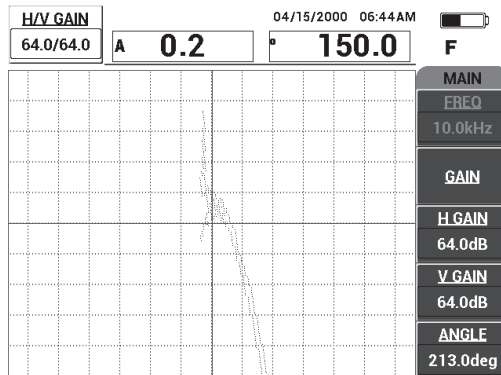

Figura 6-34 Ajustar o amplitude do sinal
8. Pressione a tecla GAIN (**dB**) e, em seguida, ajuste a amplitude do sinal para que o sinal do descolamento se estenda, aproximadamente, 4 divisões a partir do ponto nulo (mira) [veja Figura 6-34 na página 154].